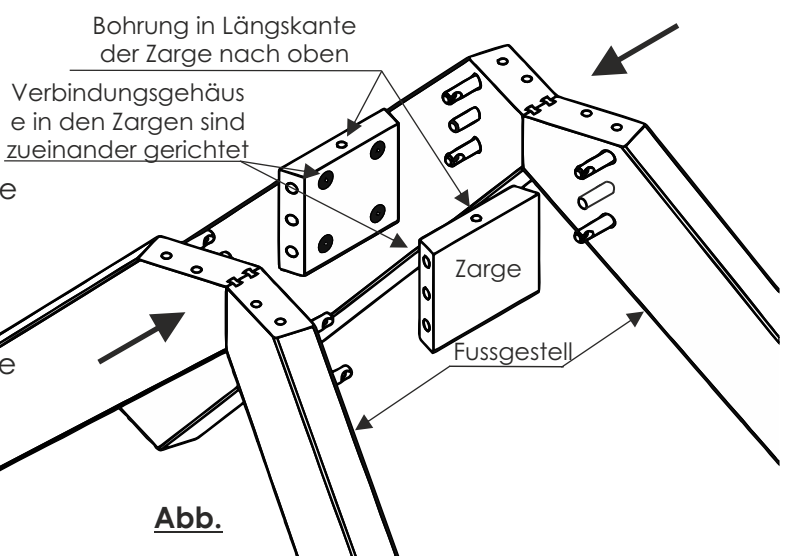

Abb. 3
4. Bei einigen breiten Elementen ist es notwendig, den Korpus mittig zu unterstützen. Hierzu ist in diesem Kufenelement eine Korpusstütze mit Grundplatte enthalten. Verschrauben Sie die Grundplatte mit 4 Stück Ø4x20mm RW-Schrauben. (Abb. 3)
5. Zur Verstärkung der Bank wird nun eine Querstrebe verschraubt. Positionieren Sie die Strebe entsprechend Abbildung 3 und verschrauben Sie diese mit vier Ø6x70mm Flachrundkopfschraube sowie je einer Unterlegscheibe. (Abb. 3)
4. Fügen Sie die beiden Gestelle und die beiden Zargen zusammen. Achten Sie darauf, dass die Verbindungsgewandehäuse zueinander stehen und dass die einzelne Bohrung in der Längskante der Zarge nach oben gerichtet ist. (Abb. 3)